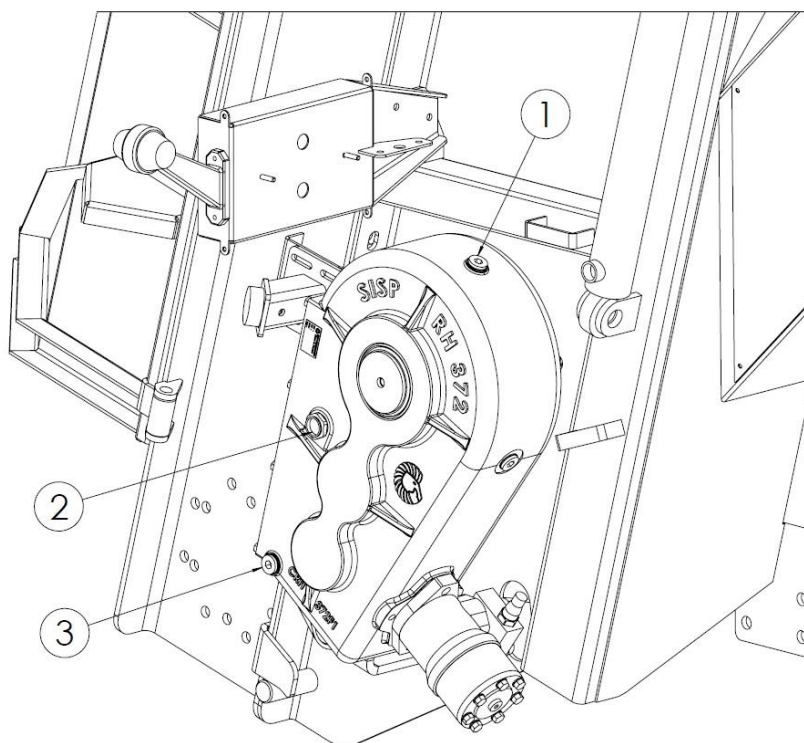

Рисунок 27 Точки контроля уровня масла редуктора напольного конвейера. 1 - заливное отверстие (сапун), 2 - контрольный глазок, 3 - сливная пробка
Для слива масла из редуктора (рис. 27, 28) необходимо открутить сливные пробки (3). Через заливное отверстие (1) заливайте новое масло в редуктор до тех пор, пока оно не появится в контрольном глазке (2). Правильный уровень масла достигается тогда, когда масло видно посередине контрольного глазка.